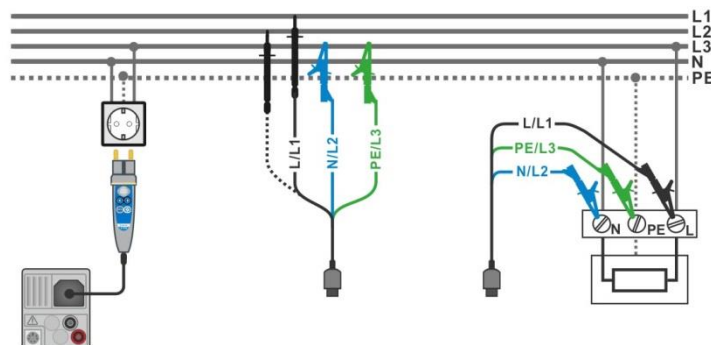

Abbildung 7.39: Phase-Nullleiter- oder Phase-Phase-Messung der Leitungsimpedanz - Anschluss des Commander-Prüfsteckers und der 3-Leiter-Messleitung
- › Schließen Sie die Prüfleitungen oder den Commander Prüfstecker am Prüfling an, siehe **Abbildung 7.39**.